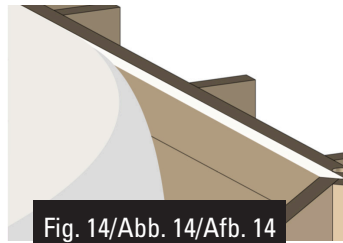

Fig. 14/Abb. 14/Afb. 14
- Dérouler le feutre en alignant sur le bord des madriers supérieurs. (figure 14)
- Entrollen Sie die Decke und richten Sie sie am oberen Rand der oberen Bretter aus (Abb. 14).